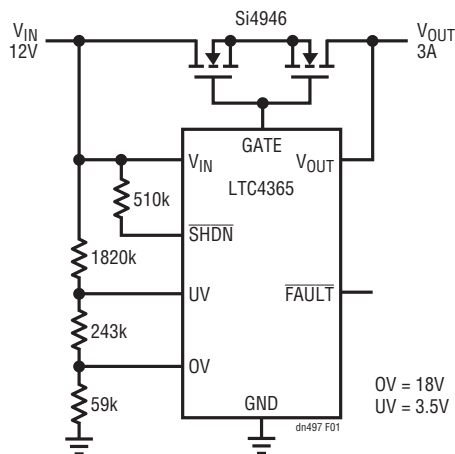
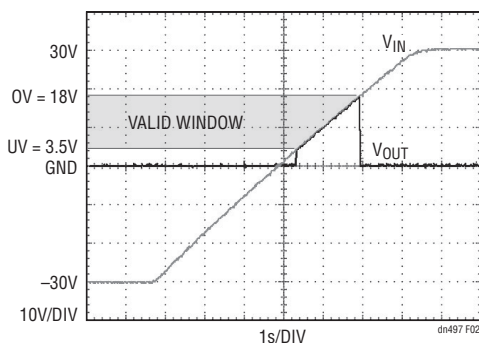

図 1. 低電圧、過電圧、および逆電源に対する 12V 車載用保護回路
図 2. V_{IN} を -30V から 30V まで掃引したときの負荷保護
アプリケーション全体を図 1 に示します。負荷を V_{IN} に接続 / 切断するための、過電圧 (OV) と低電圧 (UV) のトリップポイントを、抵抗分割器が設定します。入力電源がこの電圧ウィンドウから外れると、LTC4365 は素早く負荷を電源から切断します。
V_{IN} が -30V から 30V にゆっくり上昇する際に、図 1 の回路がどのように応答するかを図 2 に示します。UV スレッシュホールドと OV スレッシュホールドは、それぞれ 3.5V と 18V に設定されています。電源が 3.5V ~ 18V のウィンドウ内にあるとき、 V_{OUT} は V_{IN} に追従します。このウィンドウの外では、LTC4365 は N チャンネル MOSFET をオフし、 V_{IN} が負のときであっても V_{OUT} を V_{IN} から切断します。